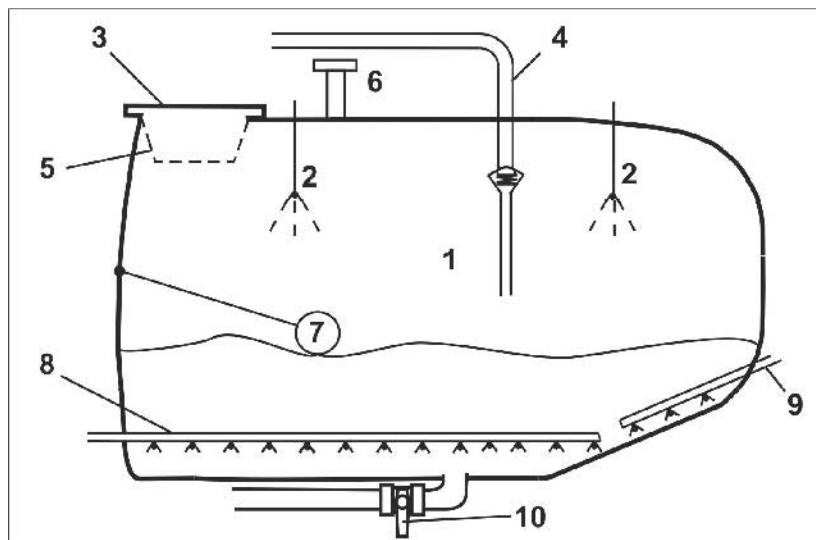

Fig. 43
- Marcajul roșu (Fig. 43/1) de pe indicatorul de control al piciorului de sprijin este vizibil, când utilajul este parcat pe piciorul de sprijin hidraulic.